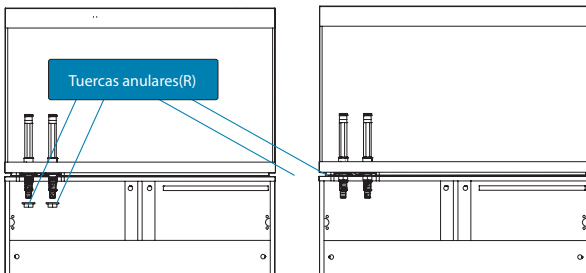

Fig. 3
3. Abre el armario. Enrosca y ajusta la tuerca anular (R) en el extremo inferior del tubo (A) (Fig. 3).
4. Inserta la boquilla de salida (N) en uno de los extremos del tubo de salida (B).
3. Abre el armario. Enrosca y ajusta la tuerca anular (R) en el extremo inferior del segundo tubo (A) (Fig. 3).